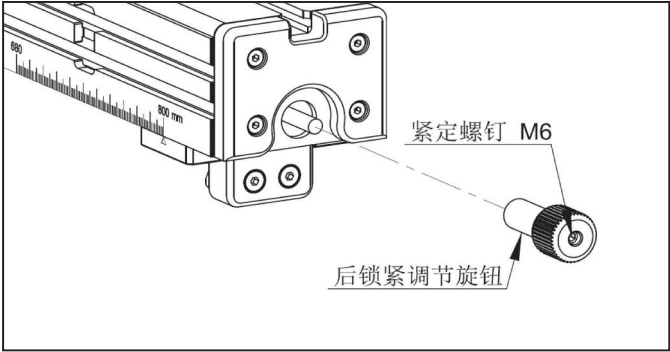

图 9-3
- (3) 如图 9-3,松开 M6 紧定螺钉,逆时针旋下后锁紧调节旋钮。